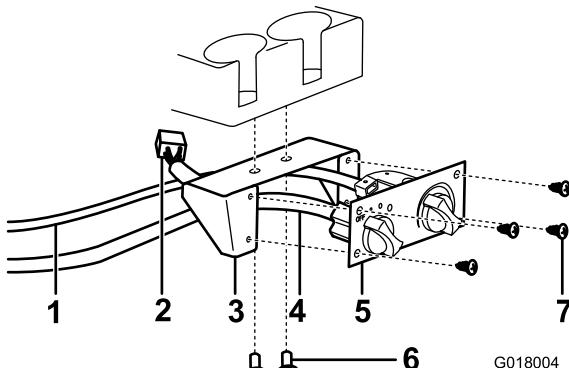

Figura 17
- 5. Fissate il supporto del comando del riscaldatore alla plancia sotto i portabicchieri utilizzando 2 viti a testa flangiata e i dadi (Figura 17).
- 6. Collegate il cavo del comando del riscaldatore e il connettore del cablaggio elettrico nero al comando del riscaldatore e il connettore del cablaggio elettrico bianco al riscaldatore (Figura 17).
- 7. Fissate il comando del riscaldatore al relativo supporto utilizzando 4 viti per lamiera (Figura 17).